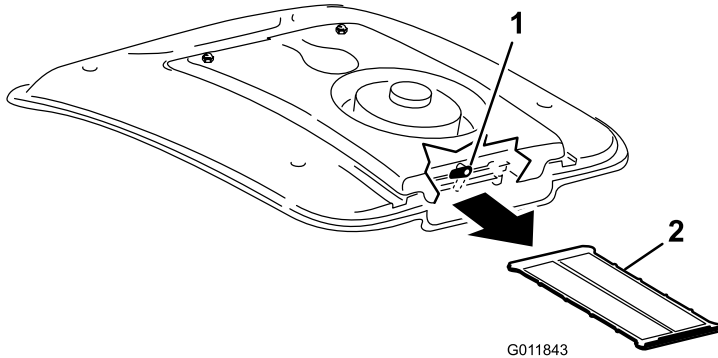

Bild 57
2. Drehen Sie den Riegel hinten an der Lüfterbefestigung zur Seite (Bild 57).
3. Schieben Sie das Klimaanlagegitter unter der Klimaanlageenspule heraus (Bild 57).
4. Reinigen Sie das Gitter gründlich mit Druckluft (Bild 57).